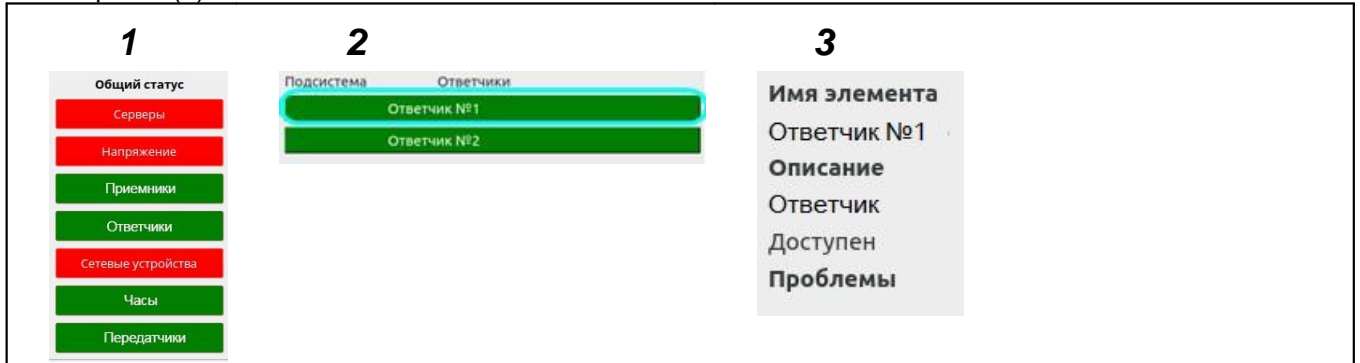

Рисунок 18 – Просмотр состояния наземных приемоответчиков
На составном скриншоте (рис. 18) представлена последовательность действий (1 и 2) для открытия окна мониторинга (3) *Блока ответчика*.
**Область мониторинга** (3 на рис. 18) предоставляет текстовые данные о состоянии выбранного элемента. В поле *Проблемы* выводятся причины, вызвавшие отклонения от штатного режима работы.